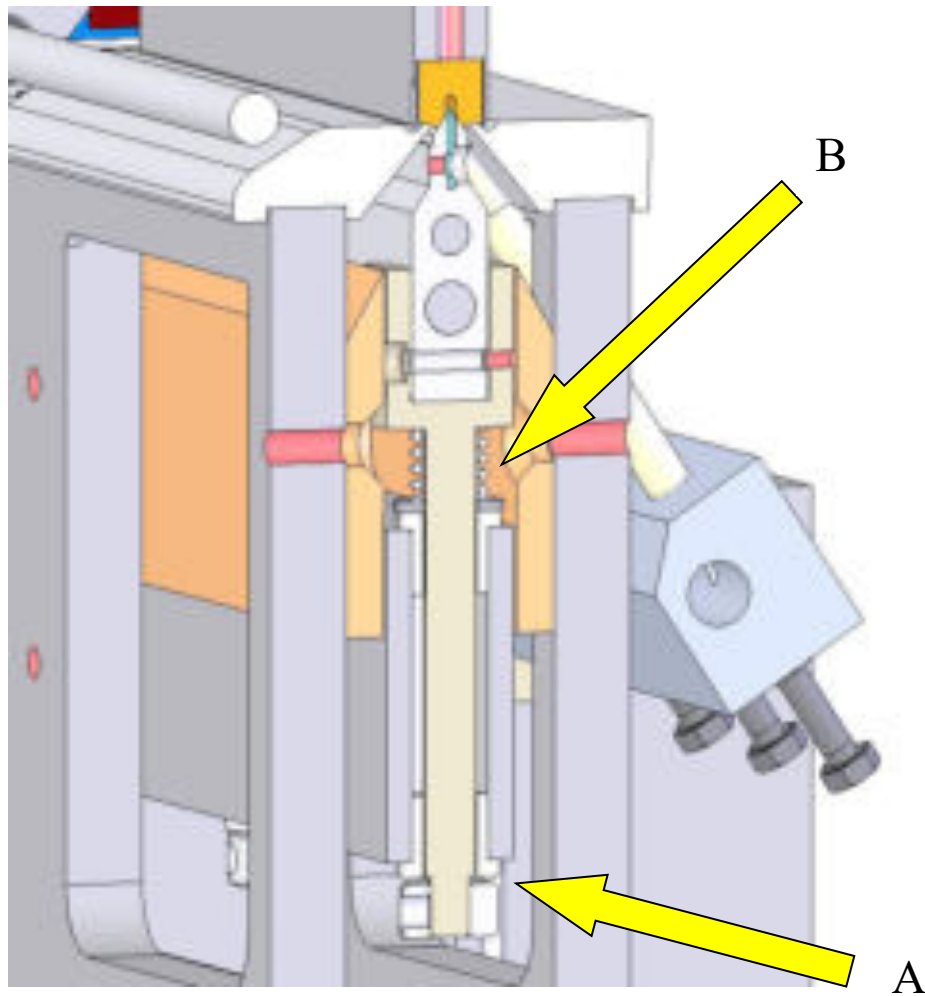

Figure 5
- Immédiatement après le blocage du film le soudeur monte pour effectuer la coupe et le soudage du film. Contrôler que le soudeur soit en contact avec le caoutchouc supérieur; la compression sur les ressorts du soudeur (**fig. 5, Réf. B**). doit être d'1 mm environ (**fig. 5, Réf. A**).